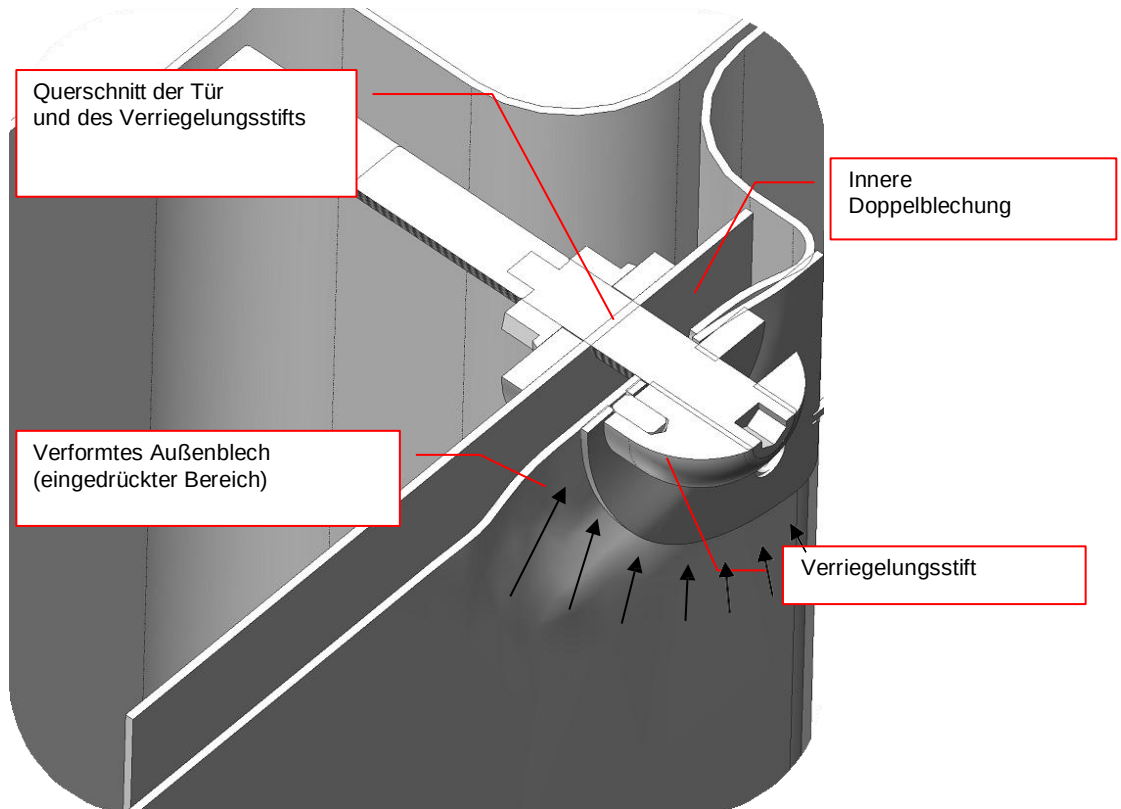
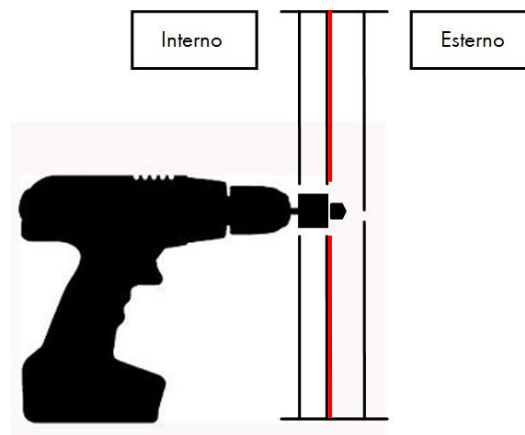

Abb.6
Abb.13
- Insbesondere wenn sich im Inneren der Tür im Bereich der Verriegelungsstiftbefestigung ein zweites Blech oder ein Kastenprofil befindet und dieses nicht durchbohrt ist, kann das Festziehen der langen Mutter, die den Verriegelungsstift sichert, dazu führen, dass sich das Außenblech irreversibel verformt und nach innen biegt (Abb. 6). Diese Verformung würde die Montage und Funktion des Sicherheitsschlusses beeinträchtigen. Jeder Versuch, das Sicherheitsschloss einzustellen, wäre zwecklos.
Sollte sich zwischen dem Außenblech und dem Innenblech ein drittes/viertes Blech (z. B. Sicken, Verstärkungen, Kästen) befinden, müssen darin Löcher gebohrt werden (Abb. 13), damit das Außenblech nicht einfällt und die Verstärkungsplatte von innen korrekt am Außenblech abgestützt wird (siehe Abb. 6).